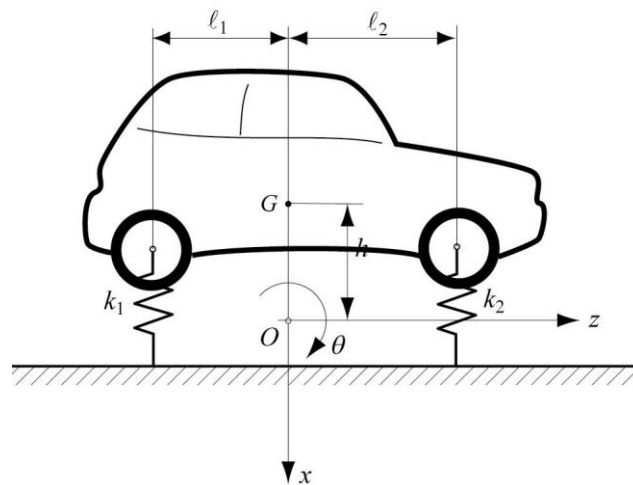

Figure 6.3.1 | Schéma du système
- a) Calculer les fréquences propres et de couplage à zéro du pompage et du tangage du modèle ci-dessous Figure 6.3.1 dans le cas général.